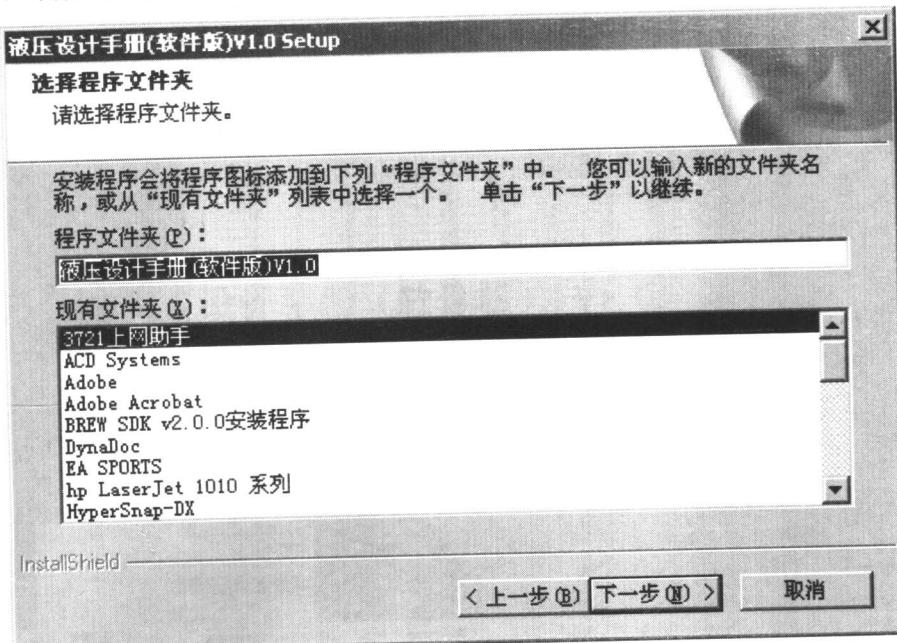

图 1.7 选择程序文件夹界面
(7) 单击“下一步”按钮，出现选择程序文件夹界面，如图 1.7 所示。您可以输入新的